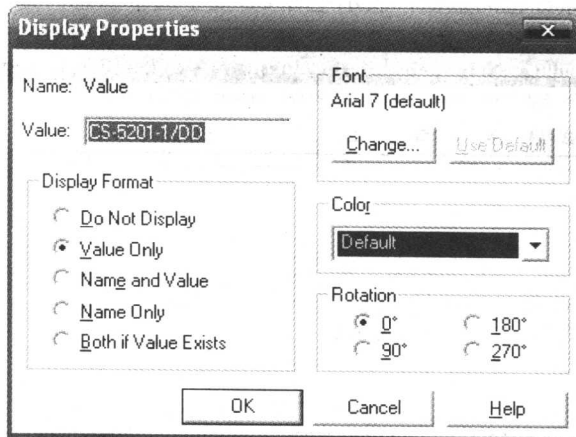

图 2-11 Display Properties 对话框
16) 将鼠标放在元件 U1 的 CS-5201-1/DD 上面, 双击鼠标, 调出图 2-11 所示的 Display Properties 对话框。将 CS-5201-1/DD 更改为 SPX1117M3-1.8, 然后单击 OK 按钮关闭该对话框。